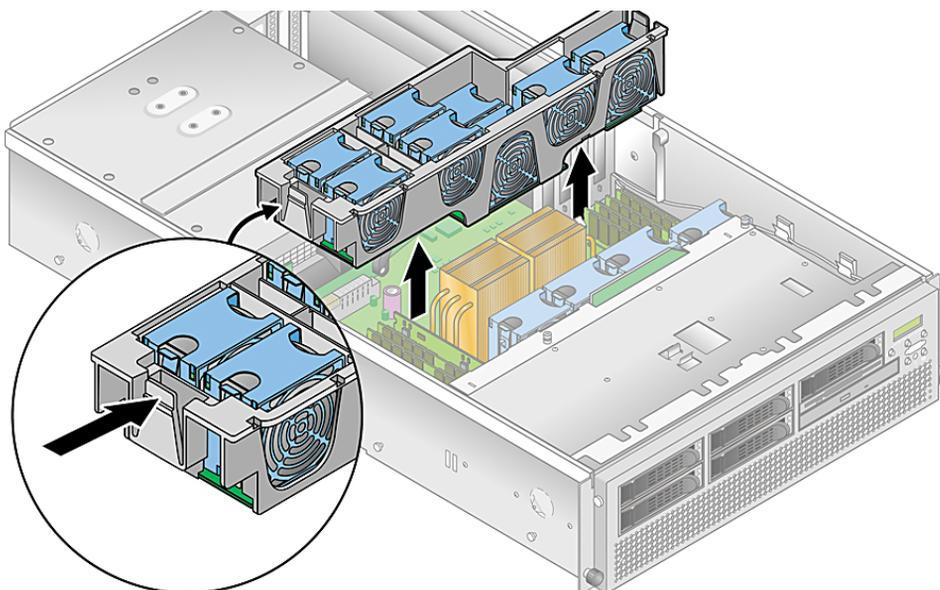

FIGURE 4-23 Retrait de l'ensemble panier à ventilateurs arrière
3. Enfoncez les clips de retenue à chaque bout du panier à ventilateurs (voir FIGURE 4-23)
3. Retirez l'ensemble panier à ventilateurs arrière. Enfoncez les clips de retenue à chaque bout du panier à ventilateurs (voir FIGURE 4-23).